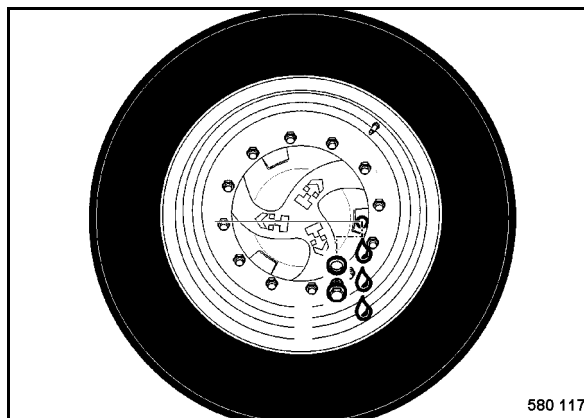

Fig. 116
- Colocar la rueda de accionamiento de forma que la raya de nivel de aceite en los tapones de cierre (Fig. 116) se encuentra en posición horizontal.